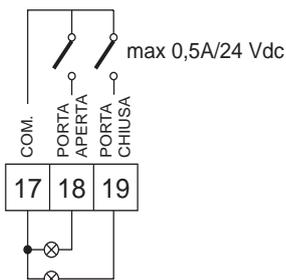

Fig. 20
17. **Uscita di segnalazione stato: Comune (fig. 20)**
18. **Uscita di segnalazione porta aperta** (portata max contatto 0,5 A / 24 Vdc) (fig. 20).
19. **Uscita di segnalazione porta chiusa** (portata max contatto 0,5 A / 24 Vdc) (fig. 20).
Sui morsetti 17/18 e 17/19 è possibile alimentare due lampade spia a 24 Vdc (max 0,5A) per ottenere rispettivamente le segnalazioni di porta aperta e porta chiusa (fig. 20).